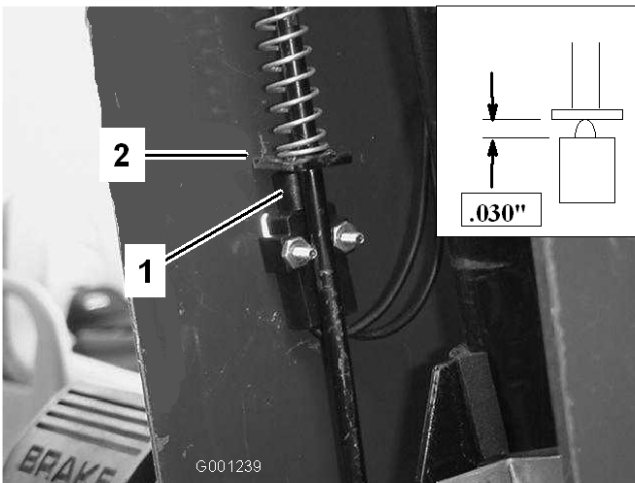

Figura 60
- Mueva la cubierta por la columna de dirección para dejar expuesto el soporte del pivote (Figura 60).
- Alinee el tope de la varilla del freno de estacionamiento con el émbolo del interruptor (Figura 60)
del émbolo del interruptor sea de 0,8 mm (Figura 60, detalle). Esta distancia se mide entre el tope de la varilla del freno y el alojamiento del émbolo del interruptor.